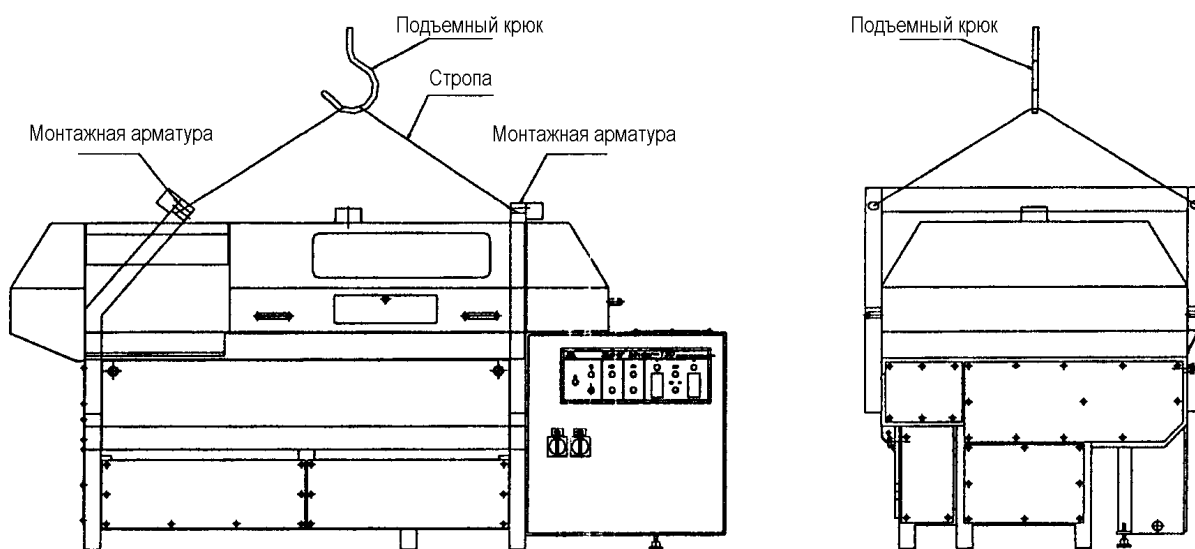

Рис. 10
- 2) Использовать мостовой кран, грузоподъемностью как минимум 3 тонны и поднять машину при помощи стропов за специальную монтажную арматуру, как на рис. 10.